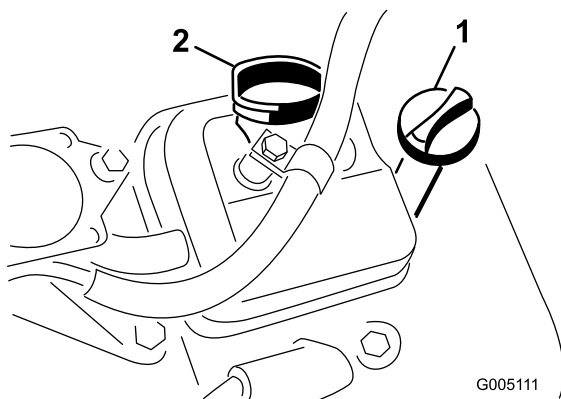

図 25
3. ディップスティックを、チューブの根元までもう一度しっかりと差し込む（図 25）。